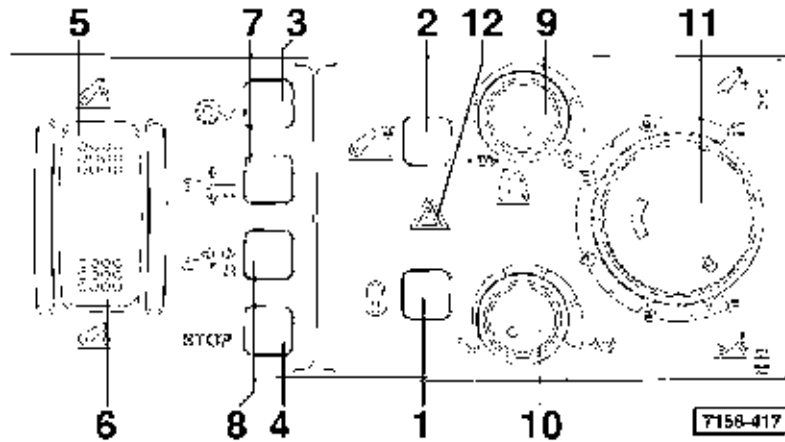

Fig. 2 - **Commandes du relevage électronique**
Le relevage électronique est commandé par une unité électronique munie d'un tableau de commandes (1 Fig. 2).
Interrupteur principal de contrôle (Fig. 2)
Un interrupteur à bascule, placé sur la gauche du tableau de commandes, fait office de commande principale pour soulever (5, fig. 2) ou abaisser (6, fig. 2) l'accessoire. Les dimensions du dispositif ont été calculées de sorte à en faciliter la commande.
Lorsque vous appuyez sur la partie supérieure (5, fig. 2) de l'interrupteur (vous pouvez garder le doigt dessus pendant plusieurs secondes sans aucun problème), les bras du relevage montent jusqu'à la hauteur maximale et s'arrêtent. Le témoin lumineux de **STOP** qui se trouve à côté de la touche d'arrêt s'allume (5, Fig. 2).
Lorsque vous appuyez sur la partie inférieure (6, fig. 2) de l'interrupteur pendant un court instant (moins de 0,5 s), les bras du relevage descendent jusqu'à la position de contrôle et le témoin **STOP** s'éteint.
Interrupteur d'arrêt (Fig. 2)
Lorsque le système se trouve en mode contrôle (après avoir appuyé sur l'interrupteur 6), l'opérateur peut arrêter les bras du relevage en appuyant sur la touche **STOP** (4, fig. 2).
Pour relancer le système en mode contrôle, appuyez de nouveau sur l'interrupteur 6, fig. 2.
Intervenez sur les touches (3 - 7 - 8, fig. 2) pour sélectionner le type de contrôle (respectivement patinage, position, effort).
Lorsque vous appuyez sur la partie supérieure (5, fig. 2) de l'interrupteur à bascule, l'accessoire monte jusqu'à la hauteur maxi.
Si vous appuyez sur la touche (2, fig. 2) pendant la manoeuvre, l'accessoire s'arrête et le témoin placé à gauche de la touche s'allume indiquant ainsi que vous avez inséré une limitation à la hauteur maxi. Désormais, chaque fois que vous appuierez sur la partie supérieure de l'interrupteur (5, fig. 2), l'accessoire montera jusqu'à la hauteur mémorisée et s'arrêtera sur cette position.
Pour éliminer cette limitation, appuyez pendant 3 secondes sur la touche (2, fig. 2) jusqu'à ce que le témoin s'éteigne.
Bouton poussoir de Blocage et Déblocage (1 Fig. 2)
- le témoin rouge qui se trouve à côté de la touche de blocage (1, fig. 2) s'allume;
- **Pour débloquer le système**, maintenir appuyé pendant 3 secondes la touche (1 Fig. 2), jusqu'à ce que le témoin correspondant s'éteigne définitivement; dès que le déblocage est fait, le fonctionnement du relevage est rétabli par la touche (6 Fig. 2).
La manette (11, fig. 2) règle la profondeur de travail.
La manette (9, fig. 2) règle la vitesse de descente.
La manette (10, fig. 2) règle la sensibilité de réaction du système de contrôle.